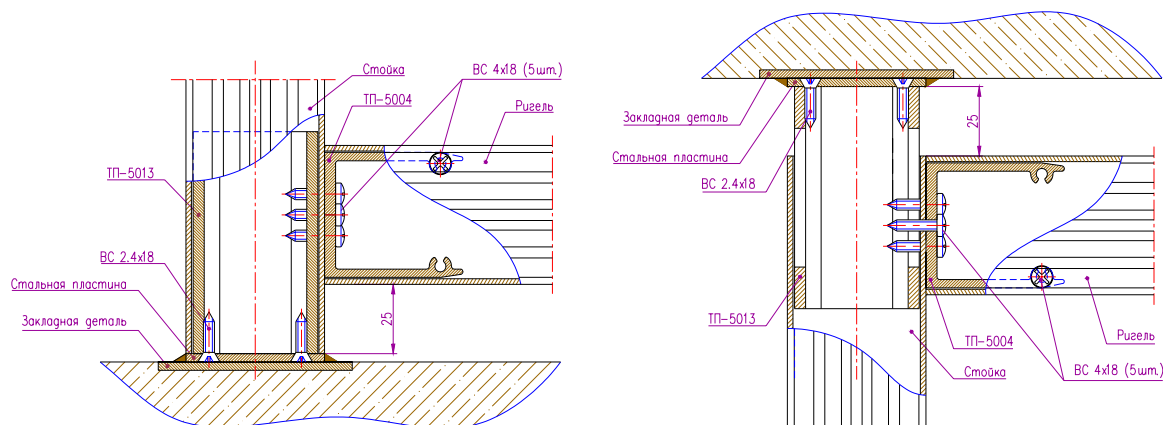

Рис. 6-7 Крепление витража в проем
- После выверки витража (при помощи уровня), стальные пластины витража приварить к закладным деталям проема. В проем витраж крепится при помощи специальных монтажных узлов (рис.6-7). Нижний монтажный узел представляет собой стальную пластину, прикрепленную к неподвижной закладной детали, которая установлена в полости профиля. Верхний монтажный узел выполнен подвижным для выборки зазоров по проему и для компенсации температурных расширений;